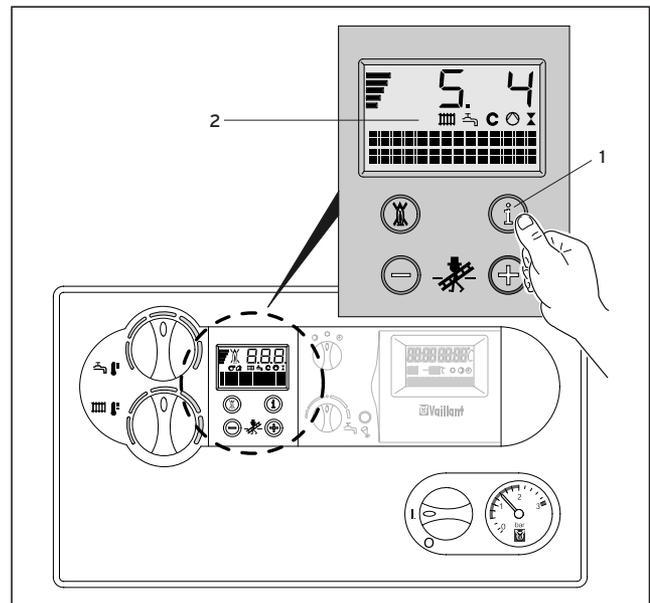

Abb. 3.14 Statusanzeigen
3.6 Statusanzeigen (Abb. 3.14) (Für Wartungs- und Servicearbeiten durch den Fachhandwerker)
- Die Statusanzeigen werden durch Betätigen der Taste „i“ (1) aktiviert.